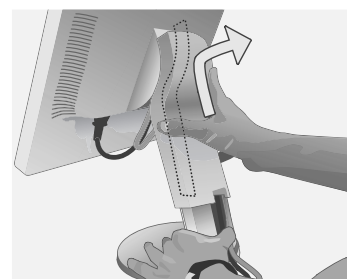

Rysunek C.4
8. Upewnić się, że wszystkie przewody spoczywają płasko oparte o podstawkę (**Rysunek C.4**).